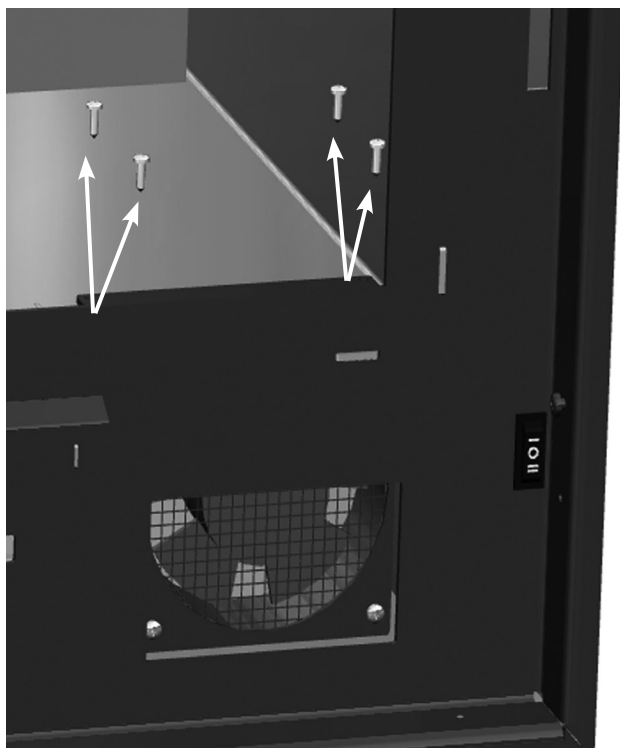
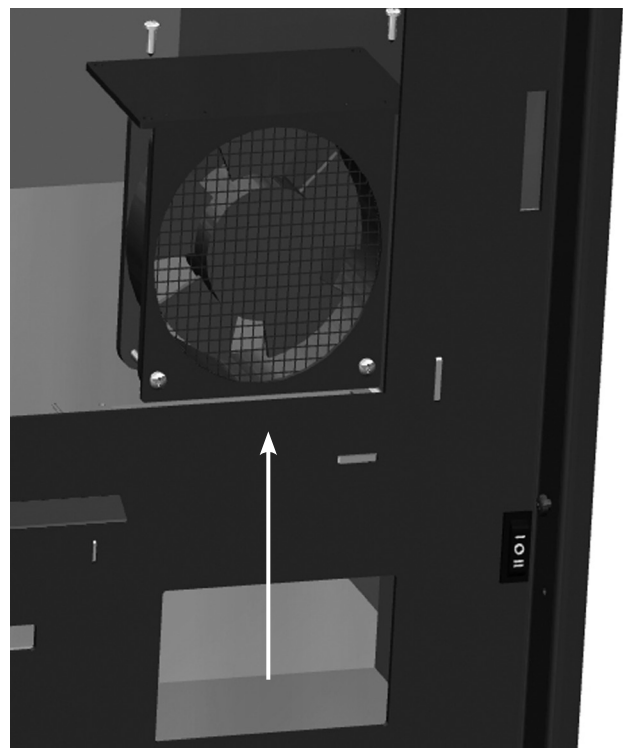

FIG. 2
FIG. 3
2. Aflojar los 4 tornillos superiores que sujetan el conjunto ventilador y sacarlo de su alojamiento tirando delicadamente hacia arriba (Fig. 2 y Fig. 3).